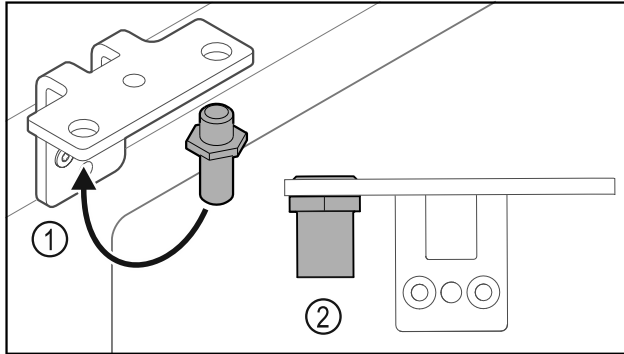

Fig. 24
- ▶ Bolzen Fig. 24 (1) im Scharnierwinkel umsetzen.
- ▶ Bolzen Fig. 24 (2) mit **Drehmoment von 12 Nm** anziehen.